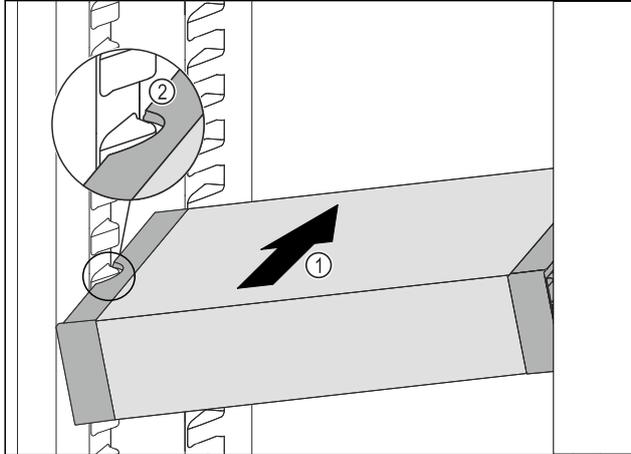

Fig. 93
- VarioSafe schräg in das Kühlteil einschieben Fig. 93 (1), bis sich die seitlichen Aussparungen Fig. 93 (2) des VarioSafes auf Höhe der Behälterrippe im Kühlteil befinden.